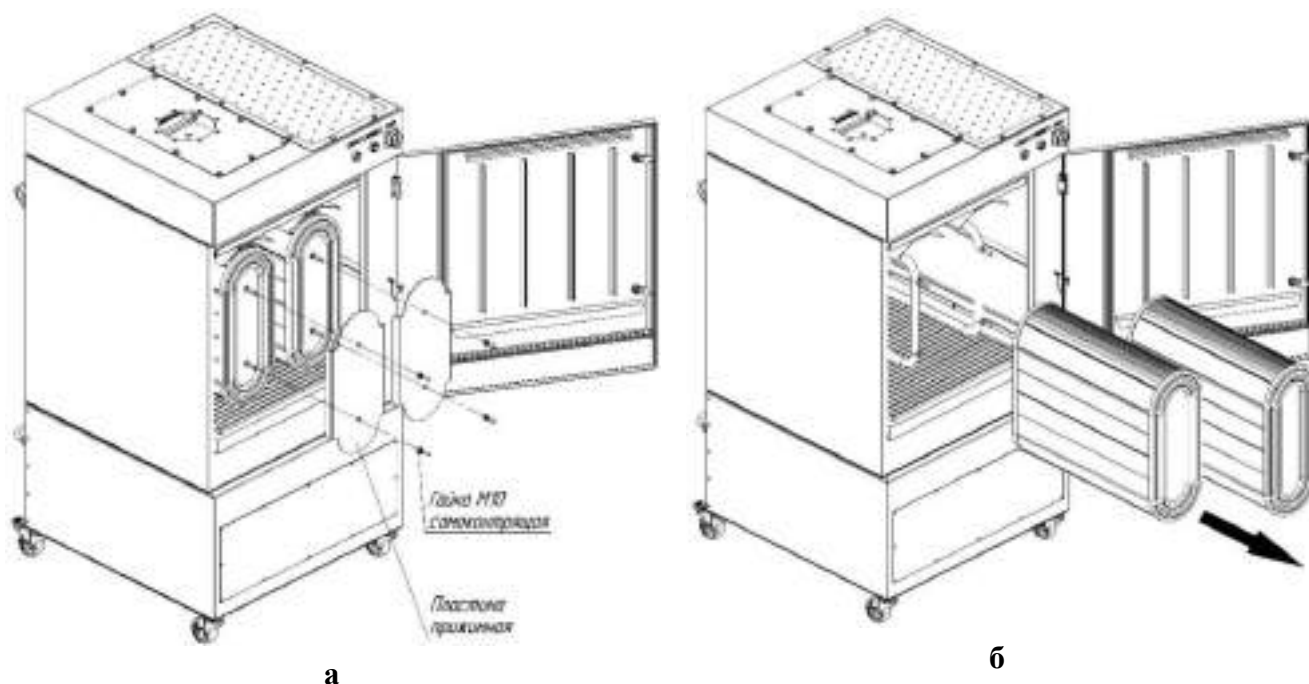

Рисунок 10
2) отвинтить гайки, снять прижимные пластины, крепящие картриджи (рисунок 10а);
3) извлечь картриджи (рисунок 10б);